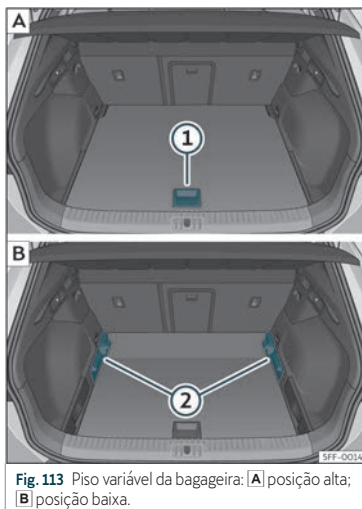

Fig. 113 Piso variável da bagageira: **A**) posição alta; **B**) posição baixa.
- Para passar da posição baixa para a alta, levante o piso pela pega»» **Fig. 113** ①, puxe-o para trás até que a parte dianteira do piso baixe totalmente os suportes»» **Fig. 113** ②.
- Desloque o piso sobre estes para a frente até que chegue ao limite no encosto dos bancos traseiros e, de seguida, baixe o piso com a peça ①.
- Para passar da posição alta para a baixa, levante o piso pela pega»» **Fig. 113** ①, puxe-o para trás até que a parte dianteira do piso baixe totalmente os suportes»» **Fig. 113** ②.
- Deixe cair a parte anterior contra o piso e empurre o piso para a frente até que atinja o limite no encosto dos bancos traseiros, baixando ao mesmo tempo o piso com a pega ①.
- Com o piso variável na posição alta, levante pela pega»» **Fig. 113** ①, puxe-o e empurre para o encosto dos bancos traseiros até que o piso dobre pela linha da dobradiça e a parte móvel do piso assente sobre o mesmo.